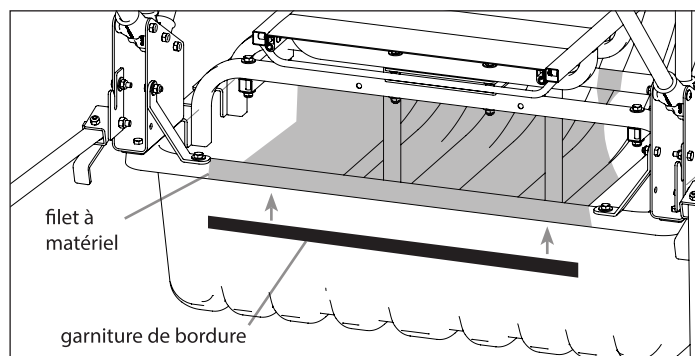

FIGURE 12
20. Pour monter le filet à matériel (15596) sur le traîneau, accrocher les attaches auto-agrippantes au rail de siège arrière (15033). Après avoir attaché le filet à matériel aux rails de siège, trouver la garniture de bordure de 61 cm et le restant des vis pour garniture de bordure utilisées précédemment. Pour fixer le filet à matériel, l'attacher sur le rebord avant du traîneau avec la garniture de bordure et les vis pour garniture. **VOIR FIGURE 12 À LA PAGE PRÉCÉDENTE**